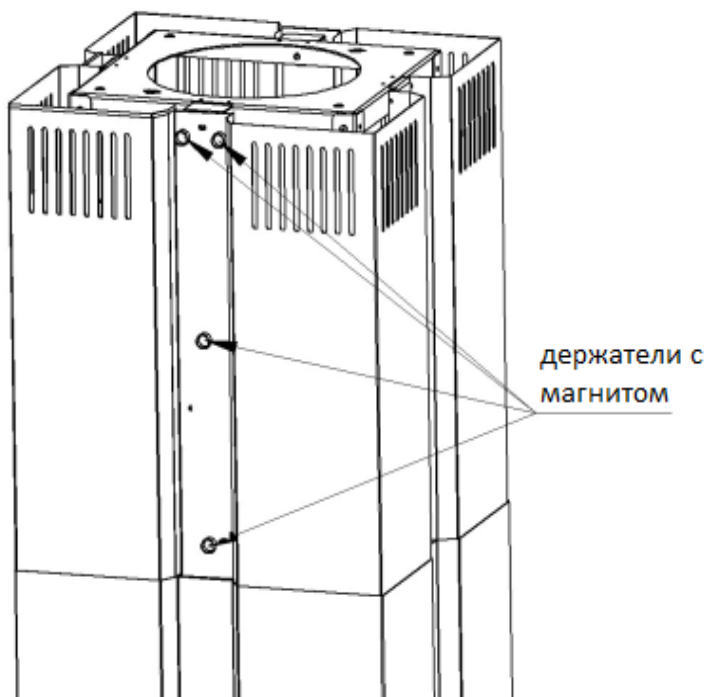

Рис. 6
5. Вверните держатели с магнитами в гайки-заклепки. Для регулировки используйте шайбы (рис. 6).